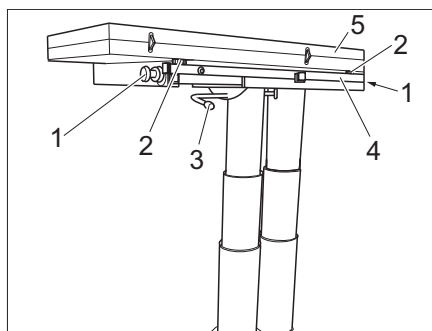

Fig. 117 Agrandar mesa
- Aflojar tornillos moleteados (Fig. 117,1) a ambos lados.
- Girar la palanca de bloqueo (Fig. 117,3) hacia la izquierda. La mesa elevadora está desbloqueada.
- Sacar la estructura inferior de la mesa (Fig. 117,4).
- Desplegar mitad de la mesa (Fig. 117,5).
- Ajustar la altura deseada del tablero de mesa con los dos tornillos (Fig. 117,2).
- Girar la palanca de bloqueo (Fig. 117,3) hacia la derecha. La mesa elevadora está bloqueada.
- Soltar la palanca de bloqueo (Fig. 117,3).
- Plegar la mitad de la mesa (Fig. 117,5).
- Atornillar dos tornillos de fijación (Fig. 117,2).
- Insertar la estructura inferior de la mesa (Fig. 117,4).
- Fijar tornillos moleteados (Fig. 117,1) a ambos lados.
- Girar la palanca de bloqueo (Fig. 117,3) hacia la izquierda. El bloqueo está abierto.
- En caso necesario atornillar los tornillos de fijación (Fig. 117,2).